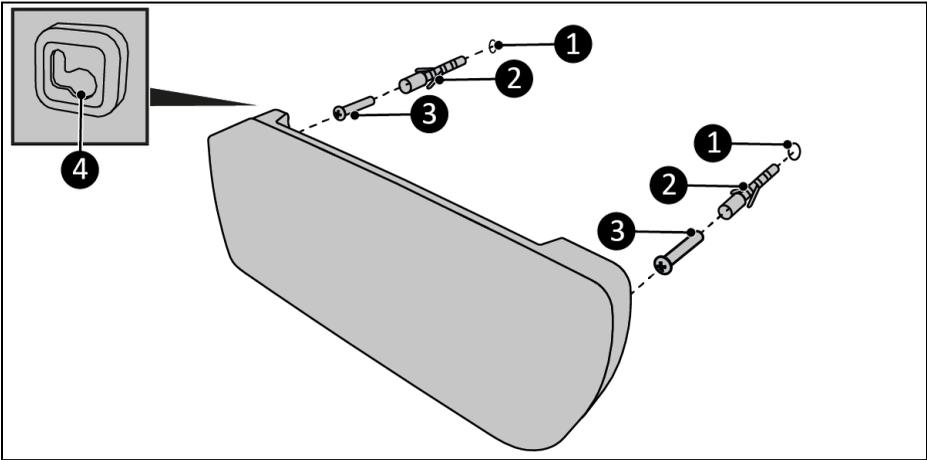

Figure 8
4. Percez deux trous de 10 mm à 39,4 cm l'un de l'autre à l'horizontale à l'endroit voulu (figure 8, pos. 1).
5. Insérez les chevilles dans les trous (figure 8, pos. 2).
6. Serrez fermement les vis dans les chevilles (figure 8, pos. 3). Veillez à ce que les vis dépassent de 10 mm.
7. Placez les œillets de suspension à l'arrière de l'appareil sur les vis insérées dans le mur (figure 8, pos. 4).